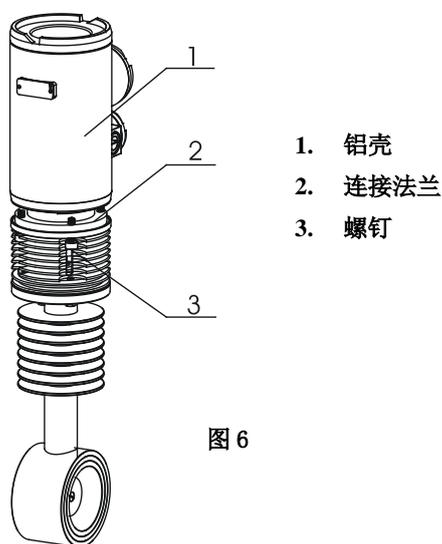

图 6
- c) 拆掉法兰与铝壳连接的 4 个螺钉（见图 6），将铝壳拆卸后，旋到需要的方向，再按拆卸的反顺序安装上。注意各连接导线不得与杠杆组件及传感器接触，否则影响仪表精度。